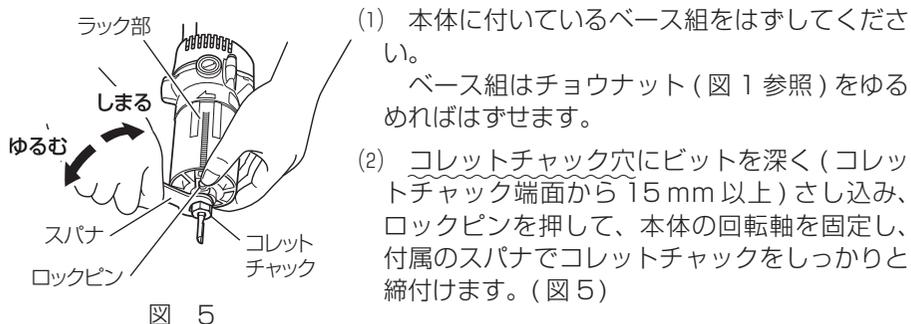

図 5
(3) 取りはずしたベース組を、ハウジング外周にあるラック部と、ベース組に取り付いているピニオンを合わせて本体に取付け、チョウナットを確実に締付けてください。(図1、図5参照)